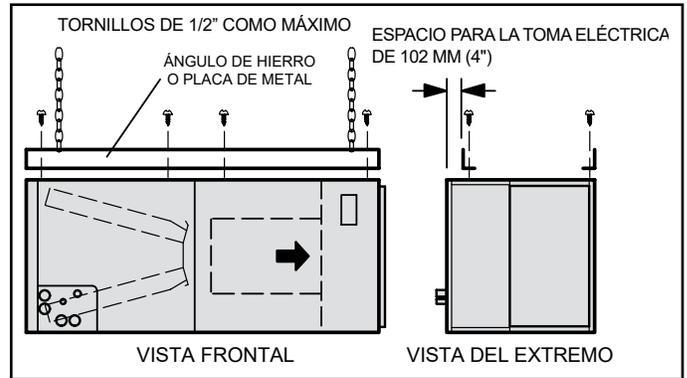

IMAGEN 3. Suspensión de la unidad de forma horizontal
- 2 - Si la unidad se encuentra suspendida, debe haber un apoyo para todo el gabinete. Si utiliza una cadena o una correa, emplee un ángulo de hierro o una placa metálica conectada a la unidad (ya sea encima o debajo) para apoyar todo el gabinete. Utilice tornillos de fijación de un largo no mayor a 13 mm (1/2") para evitar dañar la bobina o filtro, tal como se ilustra en la Imagen 3. Utilice tornillos para placas metálicas para conectar las cámaras de retorno y suministro de aire, según sea necesario.
12 - Si la unidad se suspende, debe haber un apoyo para todo el gabinete. Si se utiliza una cadena o una correa, emplee un ángulo de hierro o una placa metálica conectada a la unidad (ya sea encima o debajo), de modo que todo el gabinete se pueda apoyar. Utilice tornillos de fijación de un largo no mayor de 1/2" para evitar dañar la bobina o filtro, tal como se ilustra en la Imagen 3 de la página 6. Conecte las cámaras de retorno y suministro de aire según corresponda con el uso de tornillos para placas de metal.